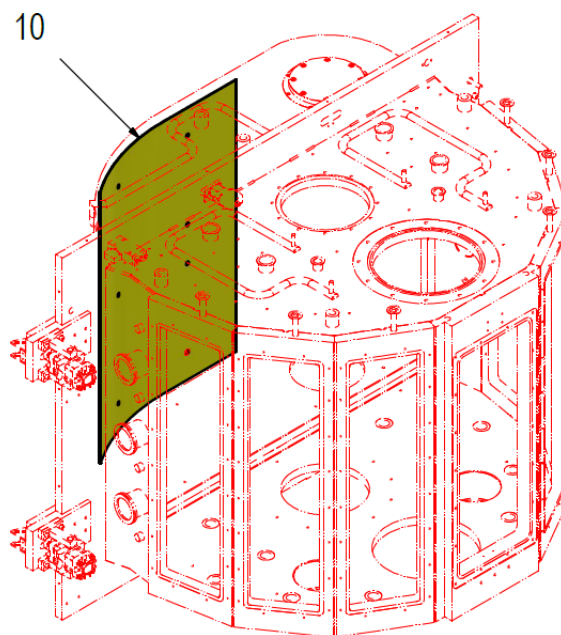

Abb. 7-18
- 9** Entfernen Sie die Tür-Schutzbleche 10. Siehe Abb. 7-18, 195.
- 11** Montieren Sie die Tür-Schutzbleche 10. Siehe Abb. 7-18, 195.